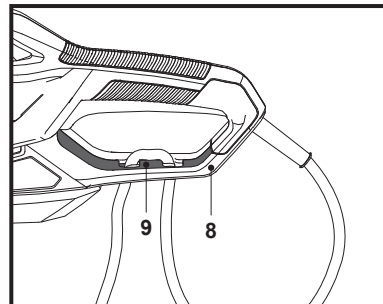

Fig. 2b
2. Trece-l peste suportul de cablu (9) și trage-l ușor pentru a te asigura că este bine fixat (Fig. 2b).